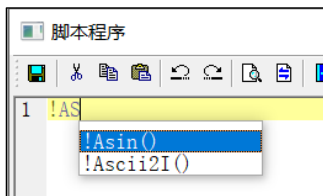

图 10.1-2 脚本自动完成
- 脚本编辑框：脚本编辑框是用户进行脚本编写最主要的地方，所有脚本内容均显示在此处。脚本编辑框支持自动完成功能。自动完成功能主要是在用户输入内容时自动提示与用户输入相关的内容，辅助用户快速完成输入。比如 McgsPro 中以“!AS”开头的函数有两个，当用户在脚本编辑框中输入“!AS”时会自动提示用户匹配对象（如图 10.1-2 所示），用户这时可以按上下键选择想输入的内容后按 enter 键直接快速输入。